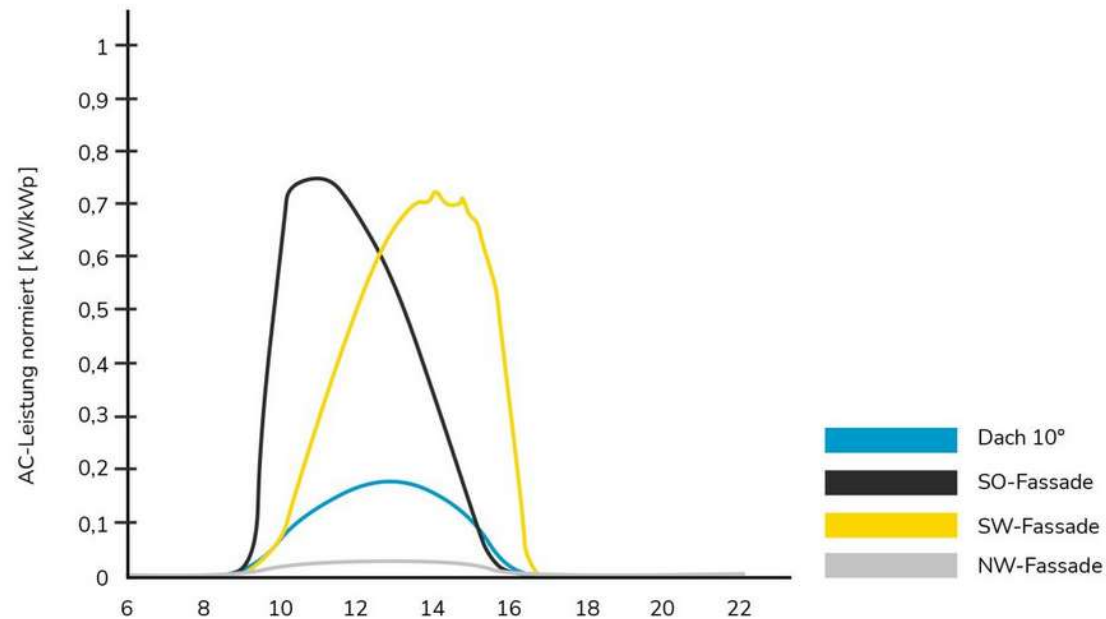

Abbildung 1: Tages-Stromerträge je verschiedener Ausrichtung und Neigungswinkel an einem Wintertag
- Abbildung 1: BIPV-Initiative BW